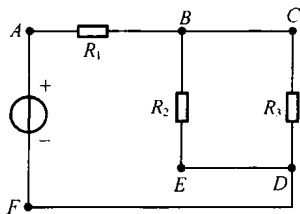

图 1.7 作业测评 4 题图
4. 如图 1.7 所示, 要测量 R_1 的电流, 电流表应串接在____和____之间; 要测量 R_2 的电流, 电流表应串接在____和____之间; 要测量 R_3 的电流, 电流表应串接在____和____之间。要测量 R_1 的电压, 电压表应并接在____和____之间; 要测量 R_2 的电压, 电压表应并接在____和____之间; 要测量 R_3 的电压, 电压表应并接在____和____之间。